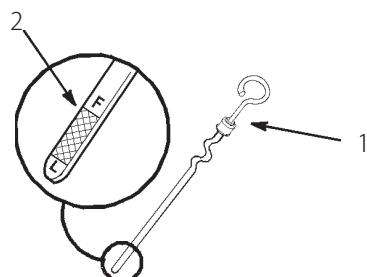

図 45
- ディップスティックを根元まで確実に差し込む。ディップスティックを抜き取り、オイルの量を見る (図45)。オイルの量が不足している場合は、Full マークまで、補給口から少量ずつゆっくりと補給する。